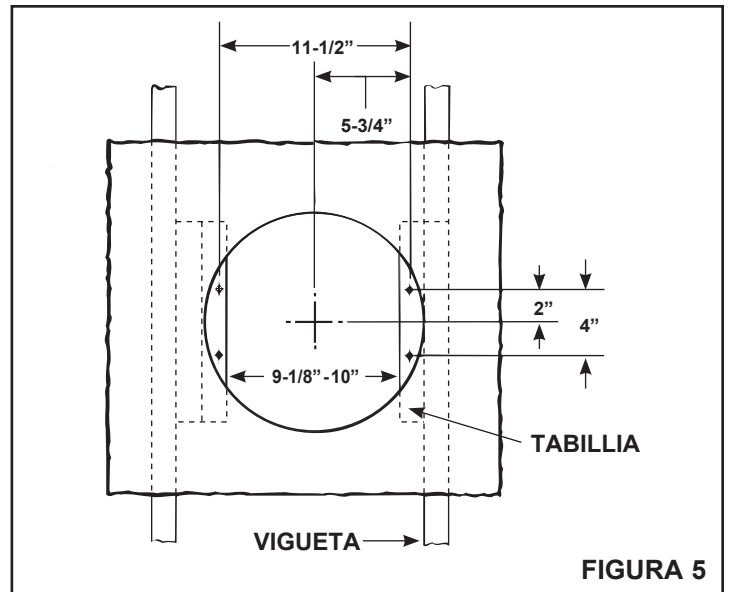

FIGURA 5
7. Refiérase a la Figura 5. Instale tablillas de 2 x 4 a ambas viguetas del techo. En algunos casos puede ser necesario utilizar más de una sola tablilla en un lado. La distancia entre las tablillas debe ser al menos de 9 1/8" pero no más de 10".